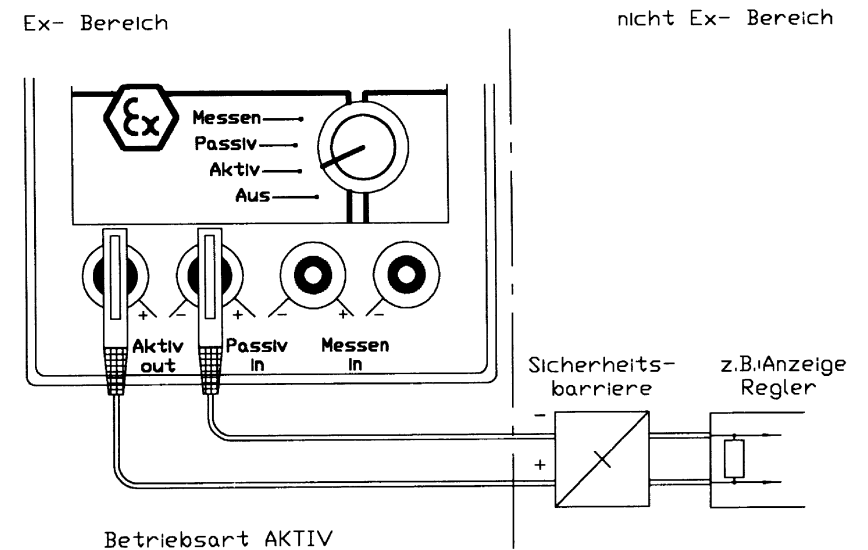

Bild 2: Ex mAAG 21 zum Einspeisen von eigensicheren Strömen
3.2.1 Betriebsart "Aktiv" (Bild 2)